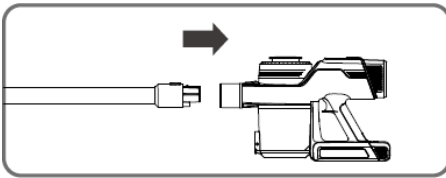

Abbildung 1
- Schieben Sie das Ende des Aluminiumrohrs horizontal in die Saugöffnung des Hauptgehäuses und stellen Sie sicher, dass es vollständig und fest sitzt. Das Rohr rastet hörbar ein, um die Installation zu bestätigen. (Abbildung 1)